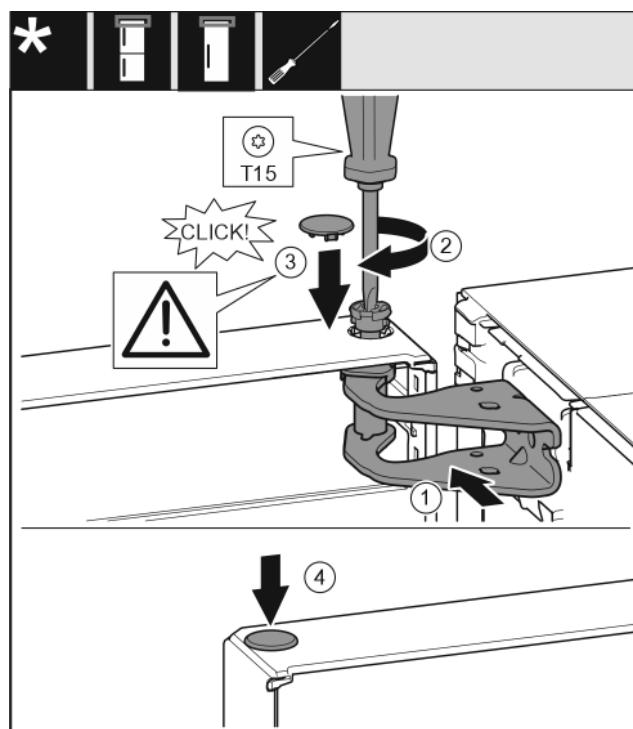

Fig. 21
- ▶ Выровняйте дверь вверх по отверстию в опорном кронштейне. Fig. 21 (1)
- ▶ Вставьте палец и затяните отверткой T15. Fig. 21 (2)
- Установите предохранительную крышку для защиты двери: Вставьте предохранительную крышку и проверьте, прилегает ли она к двери. В ином случае вставьте палец полностью. Fig. 21 (3)
- Вставьте заглушку. Fig. 21 (4)